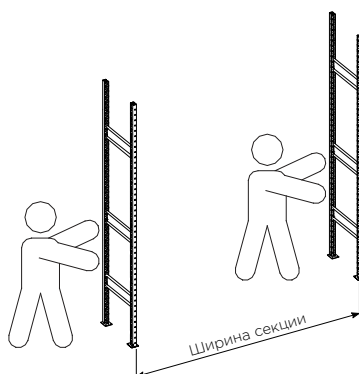

Рисунок 5 — Установка рам на расстоянии ширины секции
5. Аналогичным способом установить следующую раму. Расстояние между рамами должно быть равным ширине секции (рис. 5).